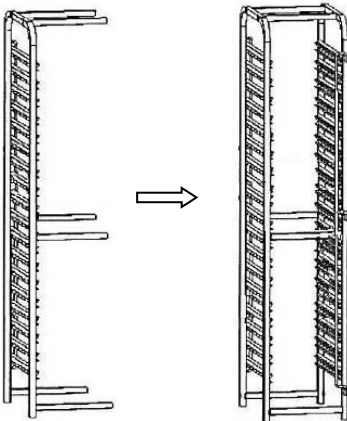

Fig. 1
1. Vælg en sidedel af rydevognen (**fig. 1**) og monter 6 tværstænger (øverst, i midten og nederst).